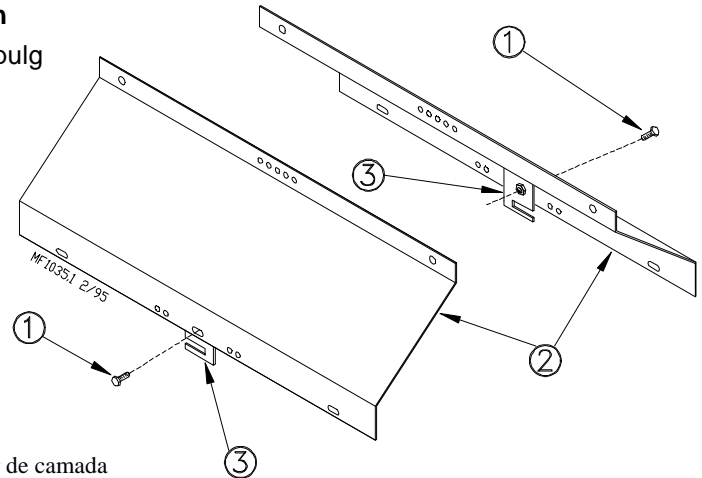

Figura 32. Instalación del protector de camada
- Utilizando los tornillos de 10-24 provistos, sujetar *sin apretar* un soporte del motor a cada lado del protector. Ver la Figura 32. Nota: Los soportes del motor incluyen tuercas soldadas.